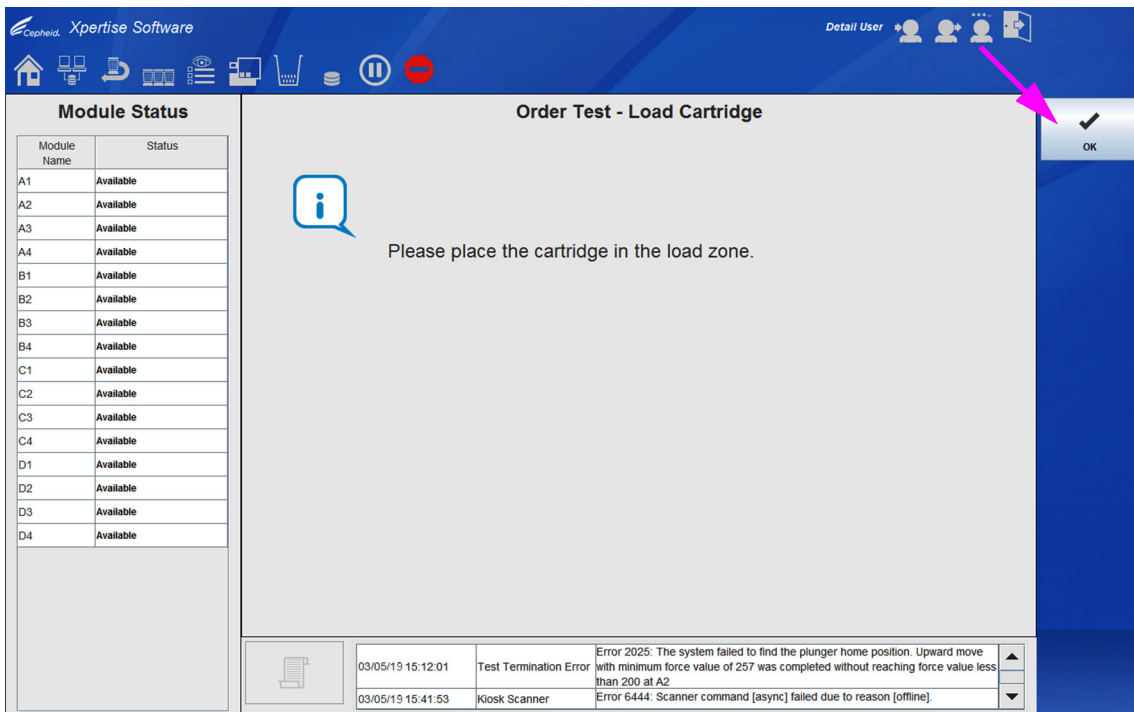
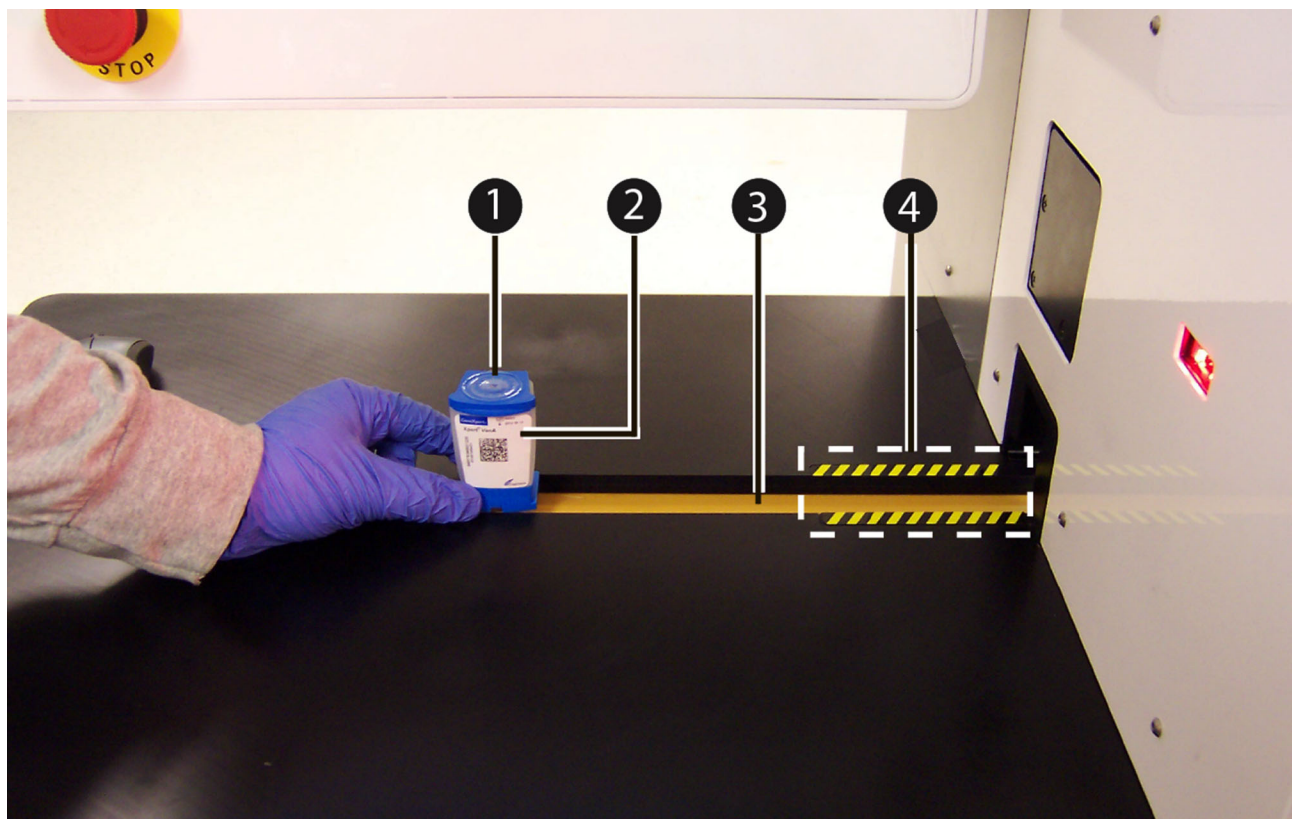

图 5-58. 指令测试 - 装入检测盒 (Order Test - Load Cartridge) 工作区
图 5-59. 将检测盒放在传送带上
7. 如有必要，输入其他信息或备注，然后选择**提交 (SUBMIT)** 按钮；如果不想指令测试，则选择**清除指令 (CLEAR ORDER)** 按钮。显示指令测试 - 装入检测盒 (Order Test - Load Cartridge) 工作区。请参见图 5-58。
9. 按照指令测试 - 装入检测盒 (Order Test - Load Cartridge) 工作区中的指示 (请参见图 5-58) 和图 5-59所示, 将检测盒 (1) 装入 (或放在) 黄黑相间线 (4) 外侧的传送带 (3) 装入区。确保将检测盒的标签 (2) 朝向自己放在传送带上。传送带将检测盒送入系统内。平移式机械臂将检测盒放入可用的 GeneXpert 模块中。